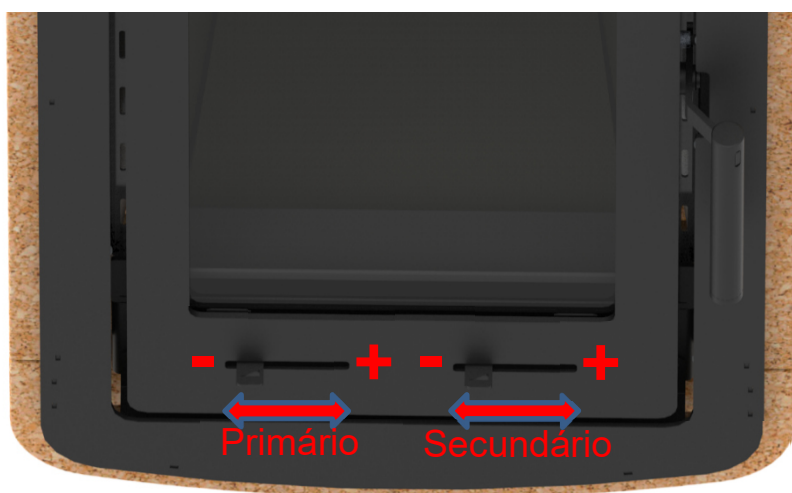

Figura 42 - Reguladores de ar primário (E) e ar secundário (D) no equipamento
Na Figura 42, está indicado os reguladores de ar. Estes controlam a quantidade de ar de combustão que entra na salamandra, controlando assim a queima do combustível. Na parte inferior da salamandra existem 2 reguladores, um de ar primário (E) e outro de ar secundário (D).